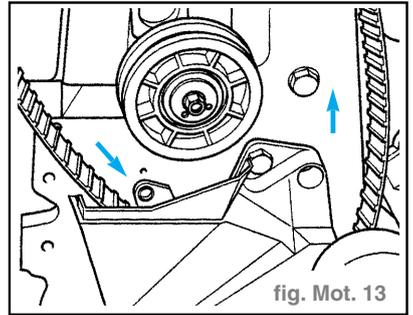

fig. Mot. 13
- Tourner le pignon d'arbre intermédiaire et la courroie crantée dans le sens de la flèche jusqu'à ce que le rotor d'allumeur coïncide avec le repère du cylindre 1 sur le boîtier d'allumeur (la courroie crantée glisse sur le pignon de courroie crantée du vilebrequin). (fig. Mot. 13)